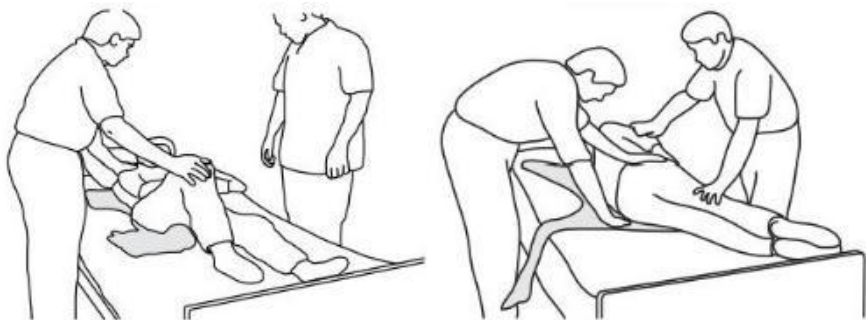

**FIGURA 1.2 Far rotolare il paziente su un fianco**
NOTA: per questo procedura, fare riferimento a FIGURA 1.1 e FIGURA 1.2
4. Con un assistente su ogni lato del letto E su contro IL materasso, il assistente SU IL mano sinistra lato del il letto sarà posizione la sua mano destra sull'elevato ginocchio e il suo/ la sua mano sinistra sotto il del paziente spalla destra, lentamente spingere sul ginocchio e aiutare con UN lieve sollevare della spalla. La paziente Volere facilmente rotolare su dalla sua parte. Fare riferimento a Dettaglio "A" qui sotto In **Figura 1.2**.